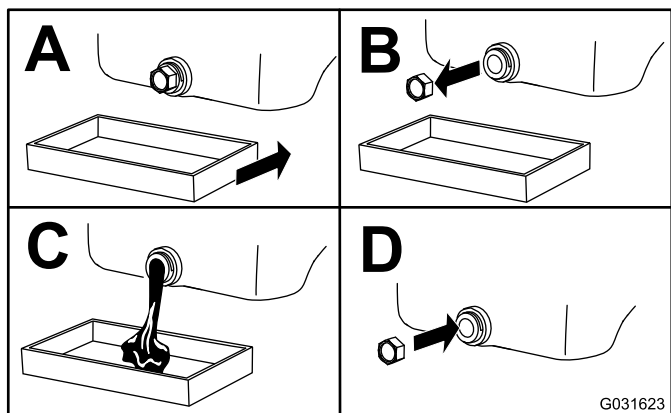

Bild 51
3. Wechseln Sie das Motoröl wie in **Bild 51** gezeigt.